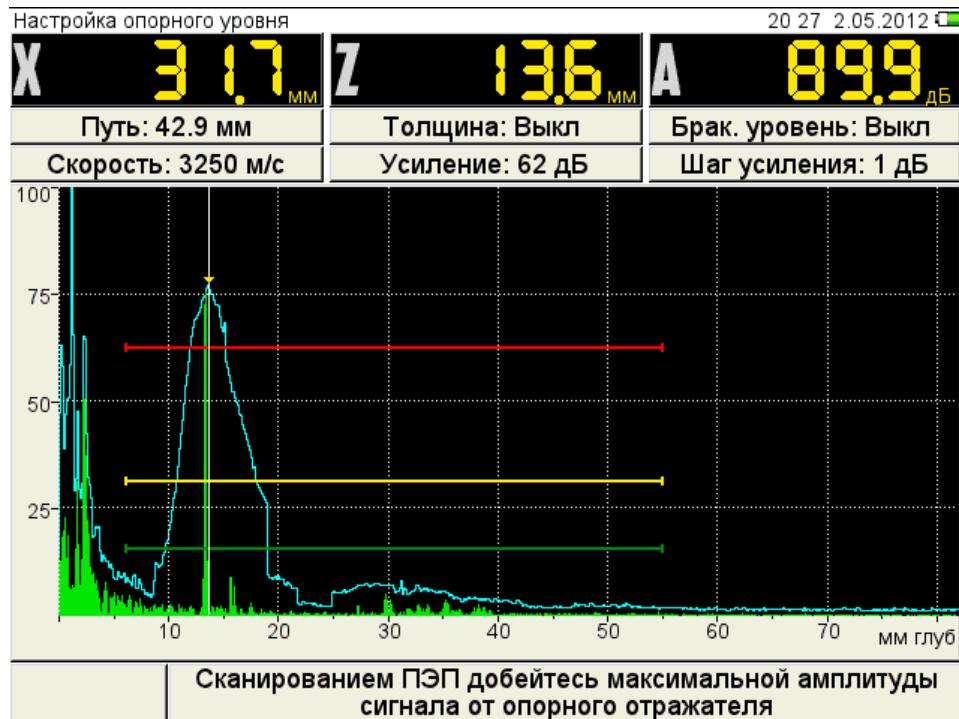

Рисунок 17
- перейти на параметр «Опорный уровень» и включить его нажатием клавиши . Откроется окно настройки опорного уровня (рисунок 17);